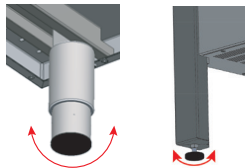

Bild 4. Ausnivellieren des Gerätes
- Das Gerät auf einem harten und stabilen Untergrund in einem für die Nutzung des Gerätes vorgesehenen Raum aufstellen, der die Vorschriften des Baurechts erfüllt, und dann mit Hilfe der regulierbaren Füße ausnivellieren (Bild 4).